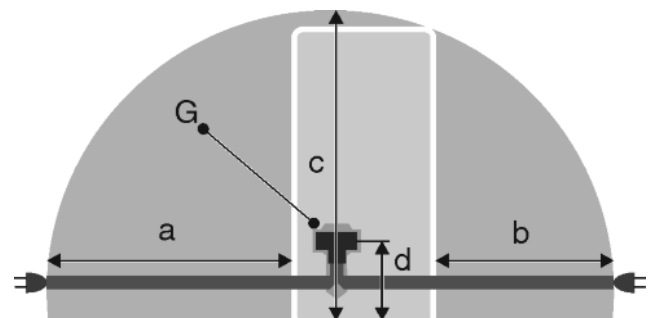

Fig. 48
- La presa non deve trovarsi nella zona posteriore dell'apparecchio, ma entro la zona indicata Fig. 48 (a, b, c).
- ▶ Inserire la spina Fig. 48 (G) sul retro dell'apparecchio. Assicurarsi che si innestino correttamente.